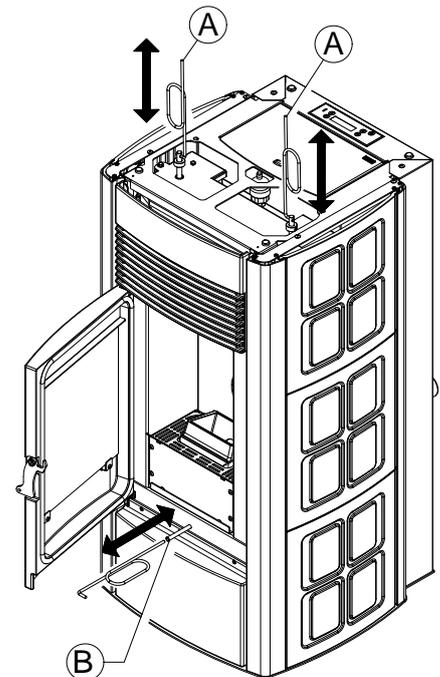

Abbildung 15 – Reinigung des inneren Rohrbündels mit einem Kratzer (EGO-STAR)
- **Rohrbündel reinigen**– Die Stangen unter der Abdeckplatte (**A** in Abbildung 15) 5-6 Mal fest schütteln, dazu den beiliegenden kalten Griff verwenden. Durch diesen Vorgang wird der Ruß entfernt, der sich an den Rauchableitungen des Wärmetauschers beim normalen Ofenbetrieb ablagert.
Heizöfen EGO-STAR (Abbildung 15)
– Tür öffnen, den kalten Griff an die Stange des Kratzers **B** (**B** in Abbildung 15) anschrauben, 5-6 Mal über die gesamte Länge kräftig schütteln. Den kalten Griff wieder abschrauben und die Stange **B** wieder vollständig in den Sitz einschieben. Dadurch wird das Gebläse beim Auswerfen etwaiger Rußansammlungen unterstützt, die während der vorherigen Reinigung des Rohrbündels herunter gefallen sind (Nach dem Schütteln der Stangen "**A**" muss immer der Kratzer "**B**" verwendet werden).